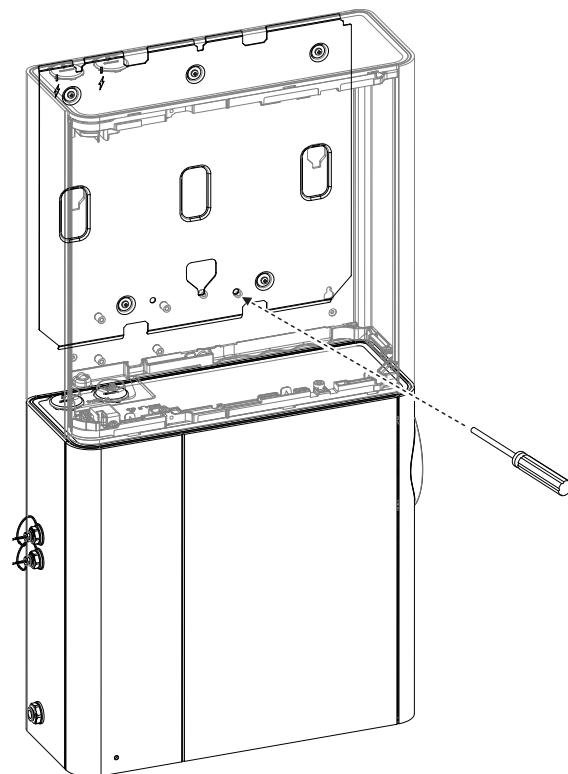

Рис. A-30: Крепление модуля Local Relay StaX к монтажному кронштейну
5. Установите Expansion StaX на монтажный кронштейн, предварительно удалив желтую ленту закрывающую частично вставленные фиксирующие винты. А затем туго закрутите винты. (Рис. A-30).